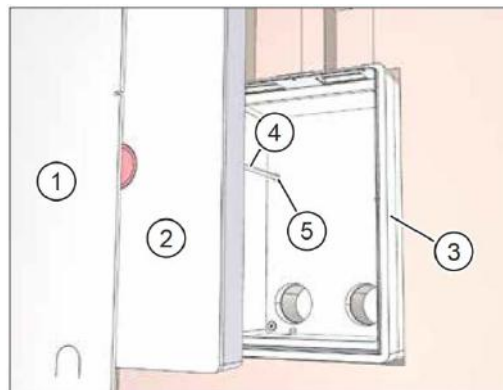

Рис. 21: вставить монтажную коробку
- ▶ Снимите гипсовую защитную крышку (поз. 1 на рис. 21) и защитную крышку (поз. 2 на рис. 21) с монтажной коробки (поз. 3 на рис. 21).
- ▶ Протяните сетевой кабель и, при необходимости, кабель линии управления (поз. 4 на рис. 21) через кабельный ввод в монтажной коробке (поз. 5 на рис. 21).
- ▶ Вставьте монтажную коробку (поз. 3 на рис. 21) полностью в стенной проем.
- ▶ Перед использованием монтажной пены убедитесь, что защитная крышка (поз. 1 на рис. 21 на стр. 26) была установлена.